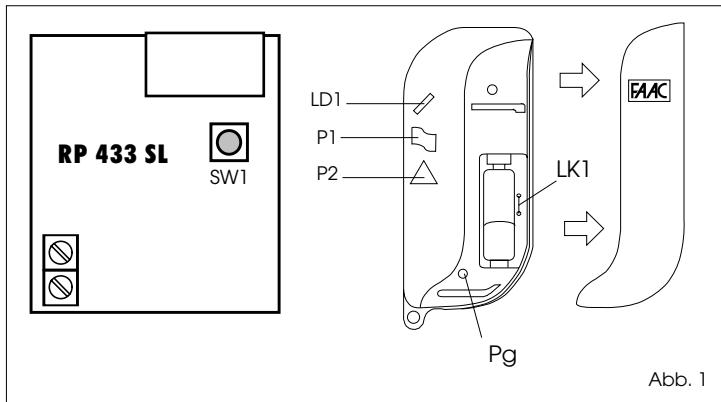

Abb. 1
- 1) Durch Abschieben des Deckels gem. Abb. 1 das Sendergehäuse öffnen, wodurch die Taste zur Codeerzeugung (Abb. 1-Pos. Pg) zugänglich wird.
- 2) Die dem jeweils zu kodierenden Kanal zugeordnete Aktiviertaste P (Abb. 1) drücken und gedrückt halten.
- Hierbei sicherstellen, daß die Anzeige-Led (Abb. 1-Pos. LD1) aufleuchtet.
- 3) Die Taste Pg zur Codeerzeugung (Abb. 1) ca. 1 Sekunde drücken.